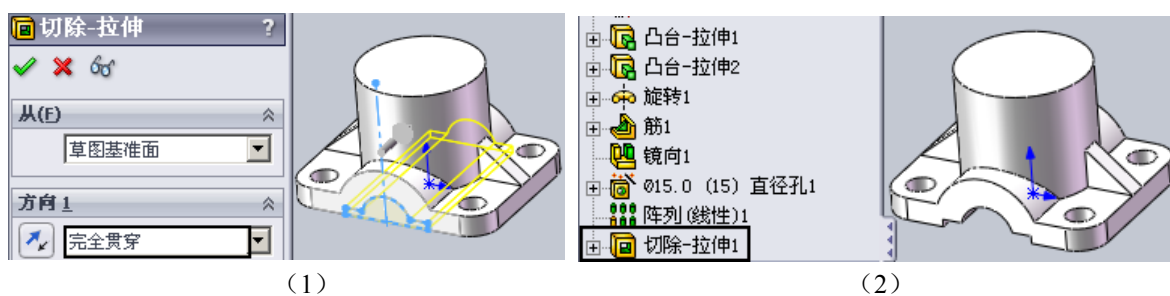

图 1-40 创建拉伸切除特征
单击命令管理器中“拉伸切除”命令 ，单击新绘制的截面轮廓，在界面左侧出现的“切除-拉伸”对话框中，如图 1-40 (1) 所示，“方向 1”处“终止条件”设置为“完全贯穿”，其他采用默认值，单击“”确定，即创建拉伸切除特征，结果如图 1-40 (2) 所示。